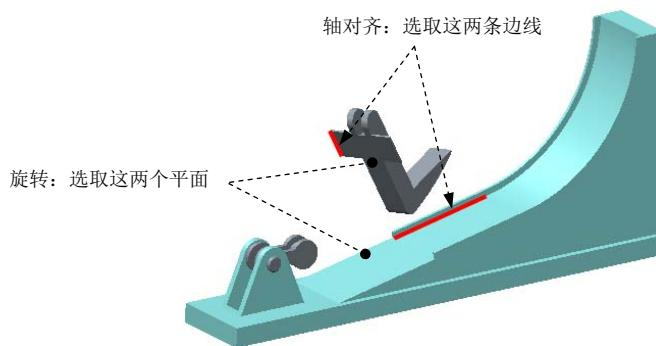

图 7.7.5 创建滑块 (Slider) 连接
(4) 单击操控板中的 按钮，完成销连接的创建。
Step6. 引入元件 SLIDER.prt，并将其调整到图 7.7.5 所示的位置。
(1) 在连接列表中选取 滑块 选项，此时系统弹出“元件放置”操控板，单击操控板菜单中的 **放置** 选项卡。
(2) 定义“轴对齐”约束。分别选取图 7.7.5 所示的两条边线为“轴对齐”约束参考，此时 **放置** 界面如图 7.7.6 所示。
(3) 定义“旋转”约束。分别选取图 7.7.5 所示的两个表面为“旋转”约束参考，此时